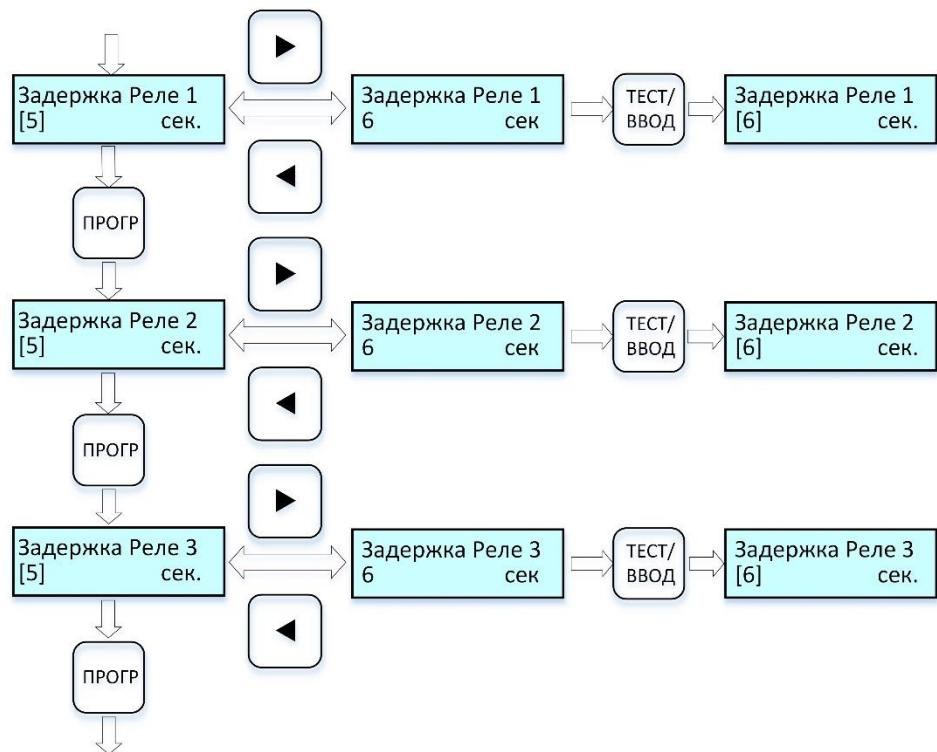

Рисунок 15 – Циклограмма выводимых сообщений на дисплей при настройке времени задержки срабатывания реле порогов
2.6.5.11 Для настройки времени задержки срабатывания реле порогов 1, 2 и 3 выполнить действия по п. 2.6.5.1 (при необходимости), далее по циклограмме рис. 15.